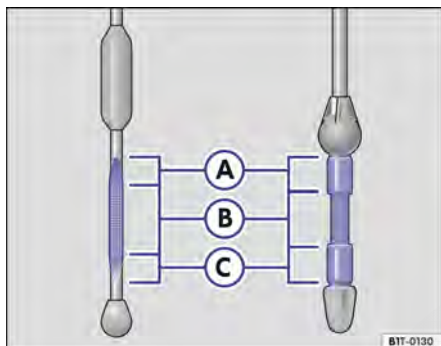

Fig. 228 Vareta de medição do óleo com marcas de nível do óleo do motor (variantes).
Em caso de alta demanda do motor, o nível do óleo do motor deve estar na área permitida → Fig. 228 , como, por exemplo, em longas conduções por estradas durante o verão, na condução com reboque → Página 241 ou durante travessias de montanhas.
Legenda para Fig. 228:
7. Retirar novamente a vareta de medição do óleo e ler o nível no óleo do motor na vareta de medição → Fig. 228 da seguinte maneira:
12. Verificar novamente o nível do óleo do motor na vareta de medição do óleo antes de reabastecer mais uma pequena quantidade de óleo do motor. Nunca reabastecer com óleo do motor em excesso → ①.
13. Ao final do processo de reabastecimento, o nível do óleo do motor deve se situar no meio da área → Fig. 228 ②. Ele não deve ficar acima de ②, na área ① e não deve ficar na área acima de ① → ①.
14. Se, por descuido, foi reabastecido muito óleo de motor e o nível de óleo de motor estiver acima da área → Fig. 228 ①, **não ligar o motor**. Informar a empresa especializada e, se necessário, procurar ajuda técnica.
- Se, por descuido, foi reabastecido muito óleo de motor e o nível de óleo de motor estiver acima da área → Fig. 228 ①, não ligar o motor. Informar a empresa especializada e, se necessário, procurar ajuda técnica. Caso contrário, o catalisador e o motor podem ser danificados!
O nível do óleo do motor não deve ultrapassar a área → Fig. 228 ①. Caso contrário, o óleo pode ser aspirado pelo dispositivo de ventilação do cárter e chegar à atmosfera por meio do sistema de escape. ◀